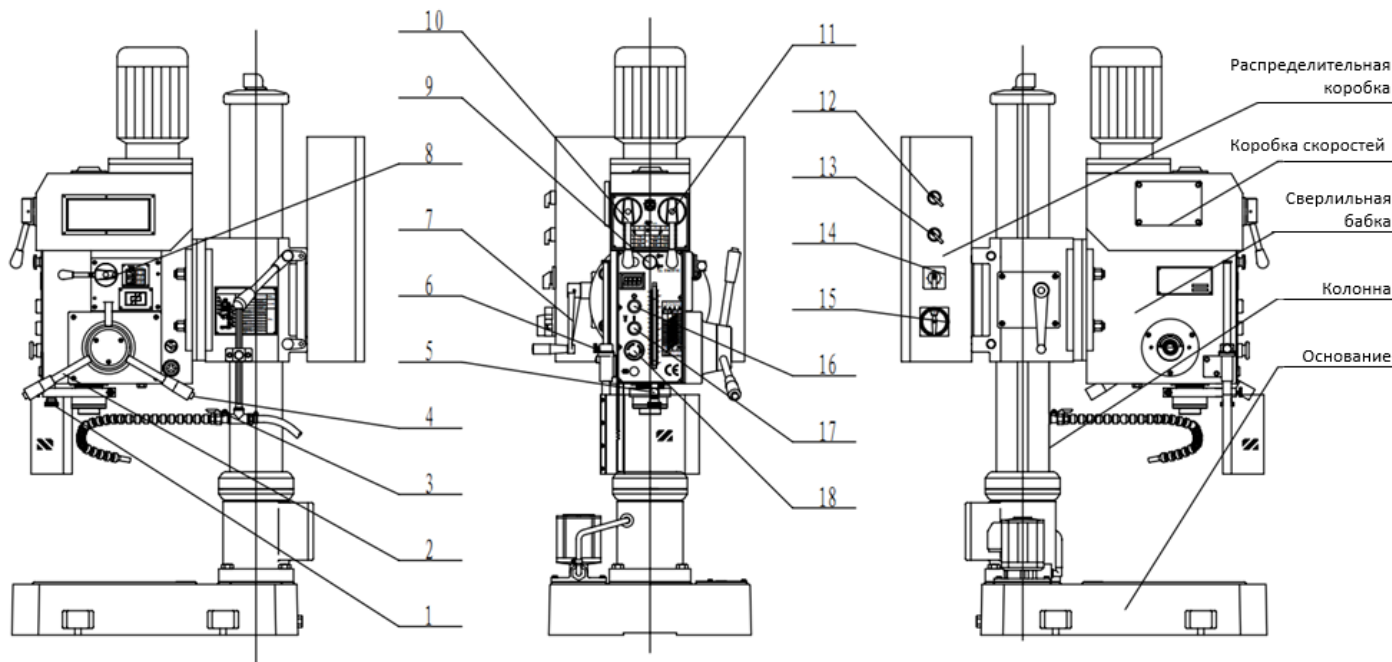

Рис.1
Шпиндель станка приводится в движение двухскоростным мотором. Для включения станка переведите главный выключатель (15, рис.1) в положение «ON». На панели управления головки станка зажжется индикатор сети. Выберите необходимую скорость вращения шпинделя, пользуясь переключателями (10, 11, 14, рис.1). Проверьте, что кнопка аварийного останова не нажата, в противном случае поверните ее против часовой стрелки для освобождения. Защитный экран должен быть закрыт. При открытом экране станок не запустится. Включите вращение шпинделя, нажав на кнопку (17, рис.1)
Пользуясь таблицей, расположенной на передней части сверлильной головки, выберите необходимую скорость и установите требуемые положения ручек (10, 11, 14, рис.1) Существует два способа подачи по требованиям конкретных условий обработки:
Ручная подача: На сверлильной бабке справа расположены три рычага подачи (2, рис.1). Установите переключатель (13, рис.1) на режим сверления. Возьмитесь за любой из трёх рычагов и опустите вниз. Шпиндель начнёт двигаться вниз, если рычаг поворачивать против часовой стрелки. Шпиндель начнёт двигаться вверх, если рычаг поворачивать по часовой стрелке.
рис.1) на режим сверления. Запустите шпиндель (17, рис.1). Поверните рычаг подачи пиноли на себя и нажмите на кнопку (4, рис.1). Включится автоподача. После достижения заданной глубины сверления или при повороте рычага от себя автоподача отключится и пиноль вернется в исходное положение.
Для серийного производства необходимо задать глубину сверления. Для этого существует шкала спереди сверлильной бабки. Ослабьте винт с накаткой (5, рис.1) поворотом рукоятки (1, рис.1), перемещением шкалы задайте нужную глубину, затяните винт (5). Теперь глубина сверления задана.
Установите требуемую скорость вращения шпинделя положением ручек (10, 11, 14, рис.1). Установите переключатель (13, рис.1) в режим нарезания резьбы. Запустите шпиндель (17, рис.1) Поверните рычаг подачи (2) и приблизьте метчик к заготовке. Необходимо приложить некоторое усилие (в зависимости от размера резьбы) для входа метчика в отверстие. При достижении необходимой глубины нарезания резьбы нажмите на кнопку (4, рис.1), направление движения шпинделя сменится на противоположное и метчик выйдет из заготовки. Также реверс автоматически включается при достижении заданной глубины сверления. После возвращения пиноли в исходное положение направление движения вернется к первоначальному.
Остановить станок можно, нажав на кнопку (16, рис.1). Если требуется аварийная остановка при работе, нажмите кнопку аварийной остановки (18, рис.1), что приведёт к отключению станка. Остановка станка произойдет в том случае, если защитный экран будет открыт.
Станок оснащён устройством быстрой смены режущего инструмента, управляемым рукояткой (9, рис.1). Надавите рукоятку (9) в направлении сверлильной бабки, если требуется установка режущего инструмента. При снятии инструмента надо немного выкатить пиноль, вытянуть рукоятку (9), и, придерживая режущий инструмент левой рукой, поднимите пиноль, инструмент выпадет вниз.